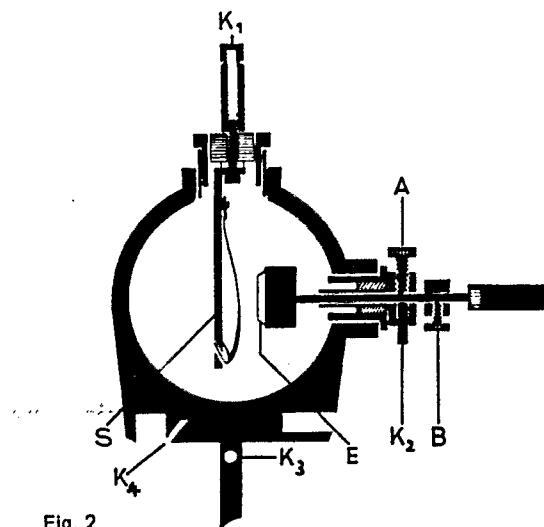

Fig. 2
Das Gehäuse des Wulf-Elektroskops (546 00) ist vorn und hinten durch Glasplatten abgeschlossen und hat oben und an der Seite je eine Öffnung. In der seitlichen Öffnung befindet sich, verstellbar eingesetzt und gegen das Gehäuse isoliert, die Gegenelektrode (E) (Fig. 2). Die Schraube (A) hält die Elektrode in der jeweiligen Stellung fest, der Stellring (B) macht die Einstellung reproduzierbar. Der Isolator mit der Gegenelektrode kann gegebenenfalls zum Reinigen nach Lösen von 2 Madenschrauben herausgenommen werden.
The case of the Wulf electroscope (546 00) is sealed at the front and at the rear by glass plates, and has two openings, one at the top and the other at one side. An adjustable counter-electrode (E) (Fig. 2), is fitted in the lateral opening and insulated against the case. The electrode is held in its respective position by the screw (A), and the adjustment is rendered reproducible by means of the setting ring (B). For cleaning, the insulator and counter-electrode can be removed after slackening 2 grub screws.
La cage de l'électroscope de Wulf (546 00) est close devant et derrière par une glace et est percée d'un trou en haut et sur le côté. Le trou latéral sert à monter une contre-électrode (E) (voir fig. 2), isolée de la cage et pouvant coulisser à volonté. La vis (A) immobilise cette contre-électrode à la position désirée, tandis que la bague d'arrêt (B) permet de reproduire cette position. Pour nettoyer la contre-électrode, il suffit de retirer deux vis sans tête: l'électrode peut alors être sortie avec son isolateur.
Das Wulf-Elektroskop wird mit Hilfe dreier Buchsen angeschlossen (siehe Fig. 2):  $K_1$  steht mit dem System in Verbindung,  $K_2$  mit der Gegenelektrode und  $K_3$  bzw.  $K_4$  mit dem Gehäuse.
The Wulf electroscope is connected to the mains by means of three sockets (see Fig. 2):  $K_1$  is connected to the system,  $K_2$  to the counter-electrode, and  $K_3$  or  $K_4$ , respectively, to the case.
Trois bornes assurent la connexion de l'électroscope (fig. 2):  $K_1$  connexion avec l'équipage,  $K_2$  avec la contre-électrode et  $K_3$  ou  $K_4$  avec le carter.